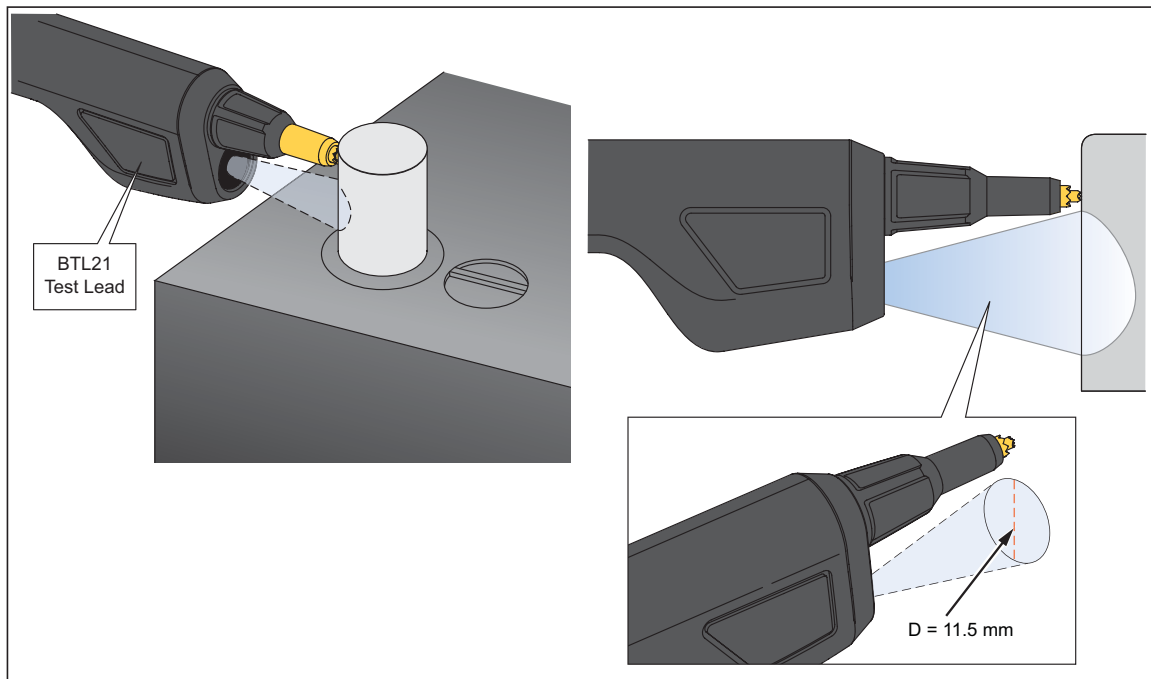

Figure 4-6. Mesure de la température du pôle d'une batterie
2. Réglez le cordon de test de sorte que la totalité du faisceau tombe sur le pôle de la batterie. Voir la figure 4-6.